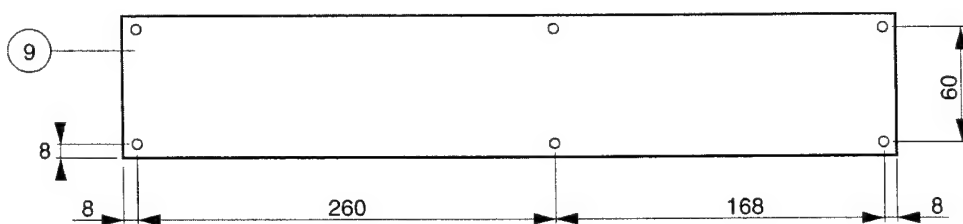

Fig. 3
**3.2** Verificar las medidas de instalación (fig. 3) en función de la distancia entre el gozne de la hoja y el canto del pilar [C] y del ángulo de abertura deseado [D].
**3.4** Fijar el anclaje posterior [14] (fig. 4), respetando las medidas elegidas de [A] y [B] (reportadas en la fig. 3) en función del ángulo de abertura deseado [D]. El soporte posterior lleva varios agujeros que facilitan el montaje (fig. 5).
**N.B:** Las medidas de instalación indicadas en la tabla de la Fig. 3 permiten elegir los valores de [A] y [B] en base al ángulo de abertura deseado y con respecto a los espacios y dimensiones del lugar. **Se recomienda respetar las medidas indicadas en la tabla, eventualmente modificando las bridas suministradas.** Para obtener un movimiento regular de la cancela, [A] y [B] deben ser idénticos. Aumentando [A] se reduce la velocidad de acercamiento en abertura. Aumentando [B] se reduce la velocidad de acercamiento en cierre aumentando la resistencia al quebrantamiento. Reduciendo [B] se aumenta el ángulo de abertura de la cancela. Las medidas [A] y [B] deben ser compatibles con la carrera útil del pistón, por cuanto si se aumenta [A] es necesario disminuir
3.6 Destornillar completamente el tubo de arrastre [11] del pistón hasta su máxima longitud y atornillarlo de aprox 20 mm (ver medida [L] en la fig. 3). **Atención: los topes de detención deben mantener una tolerancia de carrera del tubo de arrastre de 10 mm, tanto en posición de hoja cerrada como de hoja abierta.**